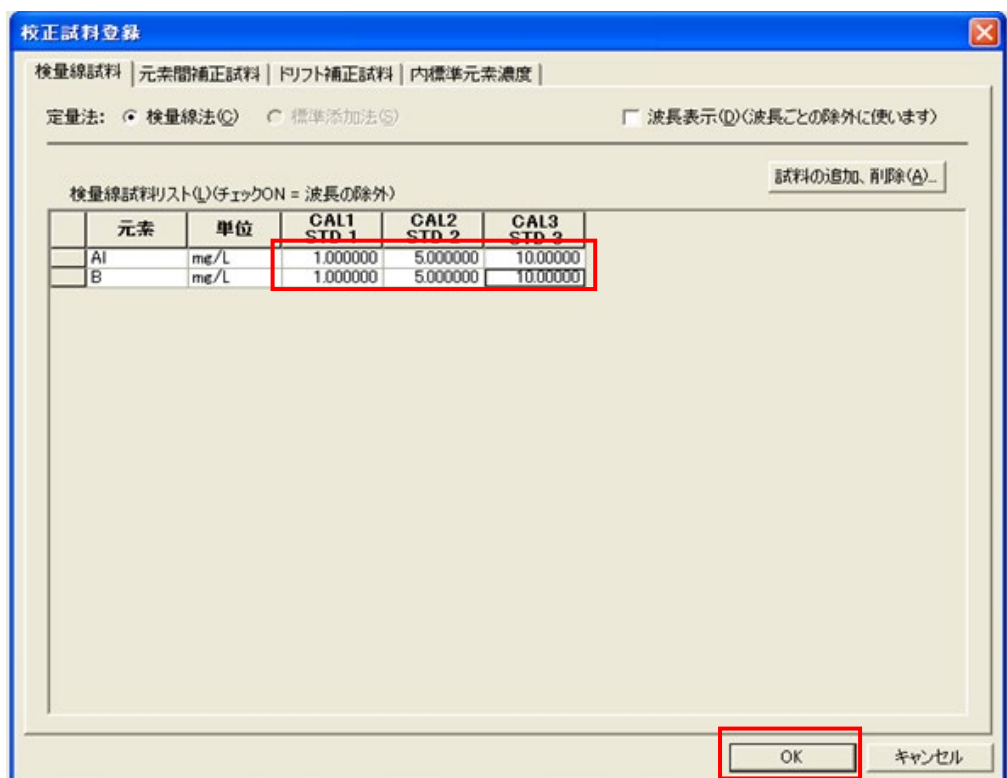

図 26
- ⑤ 「検量線試料リスト」に各元素の濃度を登録します。図 26